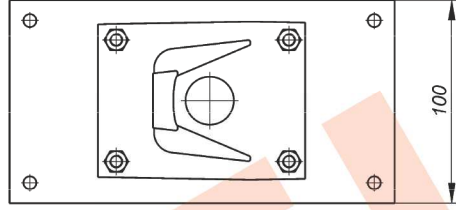

Рис.3 Монтаж кронштейна ТГБ-3 на опору (круглую или квадратную)
1. Кронштейн КС-1 для крепления IP-видеокамеры ТВК-97 IP на опоры $\varnothing$; $\square = 115\pm 135$ мм (другой размер - под заказ). Монтаж кронштейна см. рис.3;